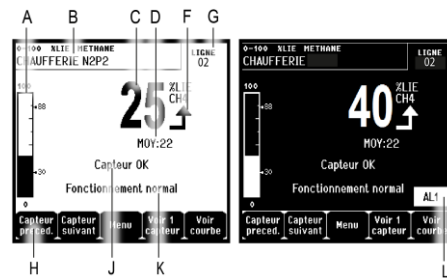
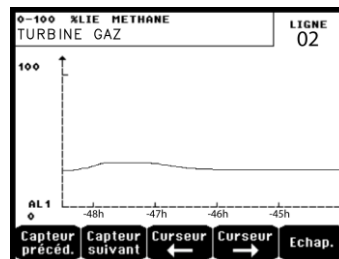

Figure 35 : exemple d'écran d'affichage des mesures en mode normal et en vidéo inverse
Figure 36 : exemple d'écran d'affichage de courbes.
H.	Touches de fonctions ■ Capteur précédent : affichage des mesures du capteur précédent ; balayage de tous les capteurs de toutes les lignes. ■ Capteur suivant : affichage des mesures du capteur suivant ; balayage de tous les capteurs de toutes les lignes. ■ Menu : affichage du menu principal. Voir paragraphe « Menu principal » en page 35. ■ Voir 4 capteurs : affichage d'un ensemble de 4 capteurs (libellé du capteur, barographe avec indication des seuils d'alarme, valeur de la mesure en cours avec unité et gaz détecté). Utiliser le bouton Page suivante ou Page précéd. pour afficher l'ensemble des 4 capteurs suivants ; le passage à la zone suivante est automatique. ■ Voir 8 capteurs : affichage d'un ensemble de 8 capteurs (libellé du capteur, valeur de la mesure en cours avec unité et gaz détecté). Autres boutons similaires au choix Voir 4 capteurs. ■ Voir 1 capteur : affichage en mode normal (Figure 35) ■ Courbe : affichage de la courbe des mesures des 10 derniers jours (Figure 36). Les touches Curseur → et Curseur ← permettent le déplacement sur l'échelle du temps. La ligne pointillée verticale affiche la concentration et l'horodatage du point considéré. Echap retour à l'affichage des valeurs.
| L. | Zone d'indication des alarmes activées avec affichage clignotant des seuils. L'écran passe en vidéo inverse (Figure 35, écran de droite). |
- **ON** : affichage des valeurs avec calcul de la moyenne des mesures sur 15 minutes ou 8 heures, en fonction de la programmation effectuée via l'application **COM 32**. Généralement utilisé lors de l'affichage des mesures relatives aux gaz toxiques. La mention *Valeur moyenne* est affichée sur l'écran (Figure 35, rep. D).